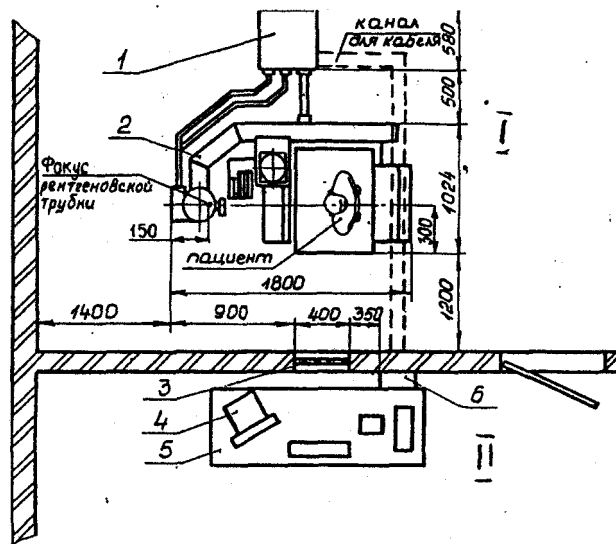

Рис. 1
4. Рекомендуемая схема размещения установки показана на рис. 1